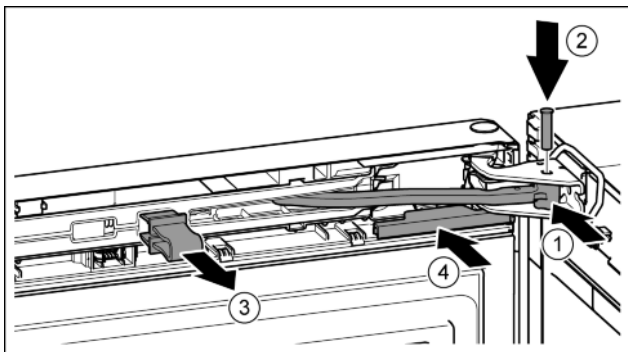

Fig. 41
- Gelenk in Lagerbock drehen. Fig. 41 (1)
- Bolzen in Lagerbock und Gelenk einsetzen. Dabei darauf achten, dass der Rastnocken korrekt in der Nut sitzt. Fig. 41 (2)
- Sicherung abnehmen. Fig. 41 (3)
- Abdeckung aufschieben. Fig. 41 (4)